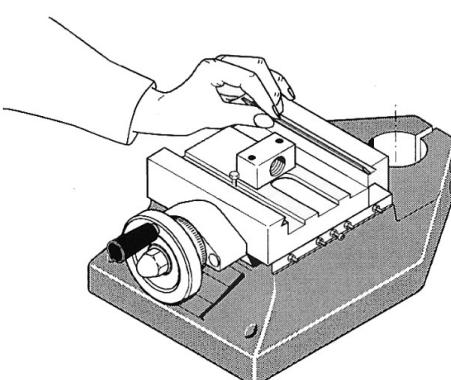

Fig. 10
- Gleitleisten (Fig. 10) abnehmen, Gleitleisten und Führungen mit einem weichen Lappen reinigen
- Take the siding plates (Fig. 10) out, clean sliding plates and guides with a soft cloth.
- Retirer les barres de guidage (fig. 10). Nettoyer les barres et les glissières avec un chiffon doux.
- Togliere i lardoni di strisciamento (fig. 10) e pulire i lardoni di strisciamento e le guide con un panno morbido.